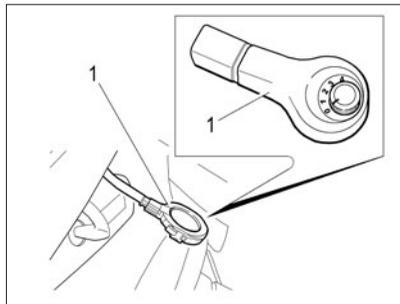

Рис. 37. Датчик дождя и освещенности
*В варианном исполнении* автомобиля оснащаются совмещенным датчиком дождя и освещенности, который расположен на ветровом стекле за зеркалом заднего вида (рис. 37).
чувствительности датчика дождя 1 (см. рис. 37), расположенный за зеркалом заднего вида в накладке датчика перевести из положения **0** в любое другое положение от **1** до **4\***, а рычаг переключателя стеклоочистителей перевести в положение **III** (прерывистый режим работы). При этом щетки очистителя делают один ход, после чего будут включаться или выключаться в зависимости от количества капель дождя, попадающих на ветровое стекло.